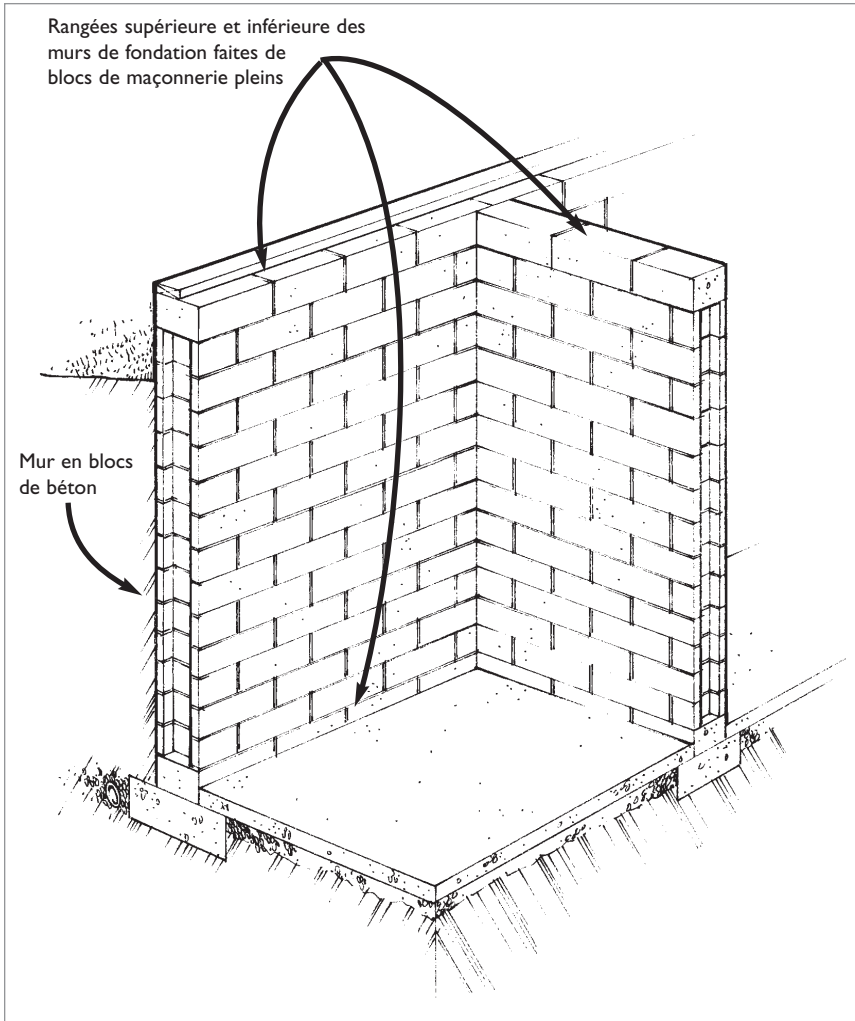

Figure 19 : Élimination des cavités au haut et au bas des nouveaux murs de fondation en blocs de béton.
- Poser des blocs de maçonnerie pleins au sommet et à la base des murs de fondation en blocs de béton (*voir* la Figure 19). L'emploi de blocs de béton ordinaires avec cavités risque de favoriser l'infiltration de radon.